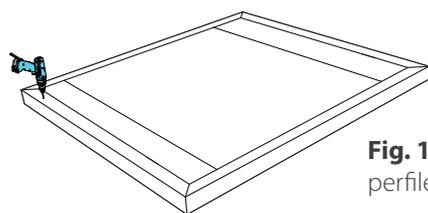

Fig. 151. Taladrar los perfiles de PVC
3. Se realizan unos taladros para introducir los remaches con una broca de $\varnothing 5$ mm (Fig. 151, 152).